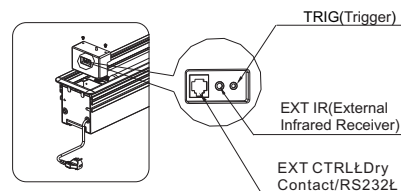

rys. 6
- 1) Wyjmij przewód zasilający (rys. 6).